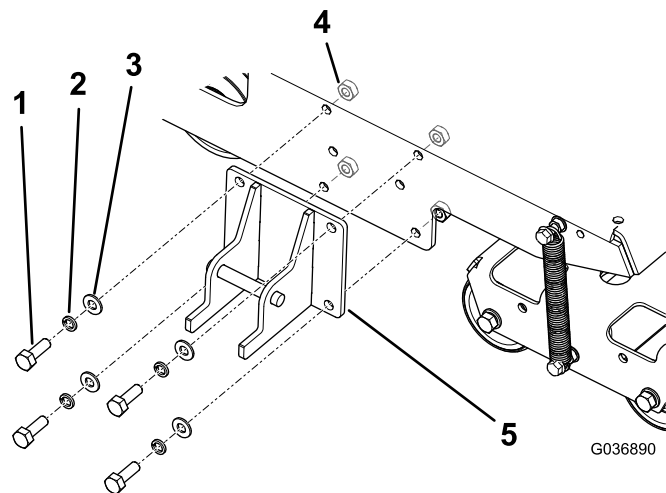

図 4
1. 図 4 のように、機体のフレームにロックブラケットを取り付ける。